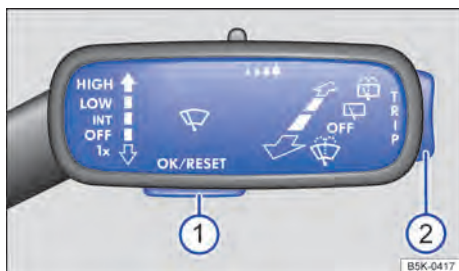

Fig. 24 À direita na coluna de direção: botões na alavanca dos limpadores dos vidros (representação esquemática).
- Para acessar o menu ou a tela de informação exibida, pressionar o botão → Fig. 24 ① ou aguardar até o menu ou a tela de informação abrir automaticamente após alguns segundos.
- No menu exibido, pressionar a chave → Fig. 24 ② em cima ou embaixo até que o item de menu desejado esteja marcado. A marcação é indicada por meio de uma moldura.
- Pressionar o botão → Fig. 24 ① para fazer as modificações desejadas. Um sinal de visto identifica a ativação da função ou do sistema.
Enquanto uma mensagem de alerta de prioridade 1 estiver sendo exibida, não será possível acessar os menus. Algumas mensagens de advertência podem ser confirmadas e ocultadas com o botão → Fig. 24 ①.
- Se uma mensagem ou o pictograma de veículo for exibida, pressionar o botão → Fig. 24 ①, se for o caso, pressionar várias vezes.
- Para a exibição dos menus → Página 34 ou para retornar para a seleção de menu a partir de um menu ou de uma tela de informação, basta manter a chave → Fig. 24 ② pressionada.